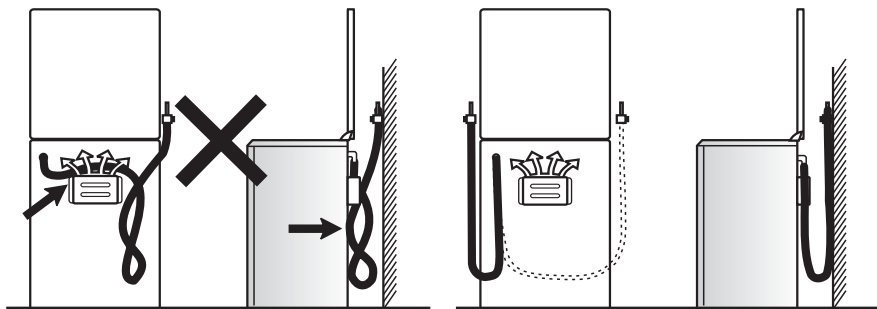

Рис.15
- шланг не должен проходить в зоне горячего воздуха дымохода и касаться задней стенки плиты (рис. 15);
ПОМНИТЕ: После установки плиты на место обязательно проверьте положение гибкого шланга подвода газа и шнура питания (рис.15). Они не должны проходить над дымоходом и касаться задней стенки плиты. Во время работы духовки там возникает большая температура, которая может их повредить.